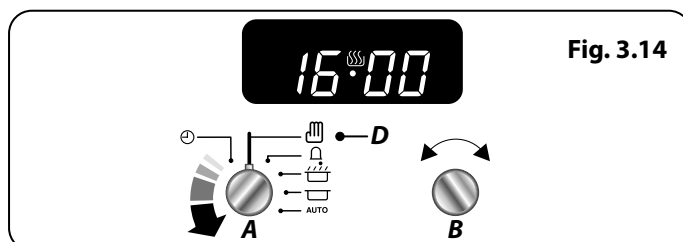

Fig. 3.14
Du avbryter alla automatiska inställningar genom att vrida **Timer-vredet (A)** till **manuella (D)** och släppa (**Fig. 3.14**).